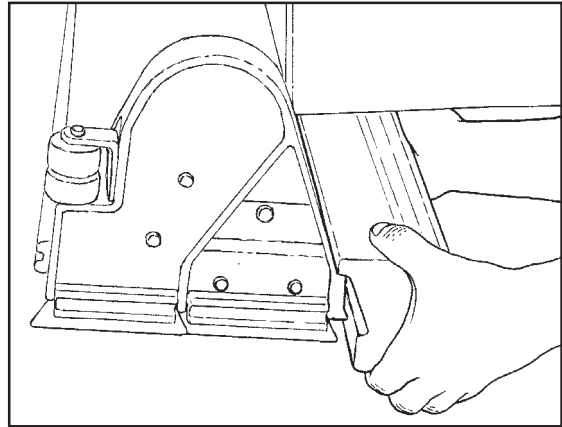

Abb. 35
7. An Maschinen mit zylindrischem Bürstenkopf muss die Schmutzschale regelmäßig geleert werden, um ein Überfließen zu verhindern. Beim Entfernen der Schmutzschale aus der Maschine ist folgendes Verfahren einzuhalten (siehe Abb. 35).